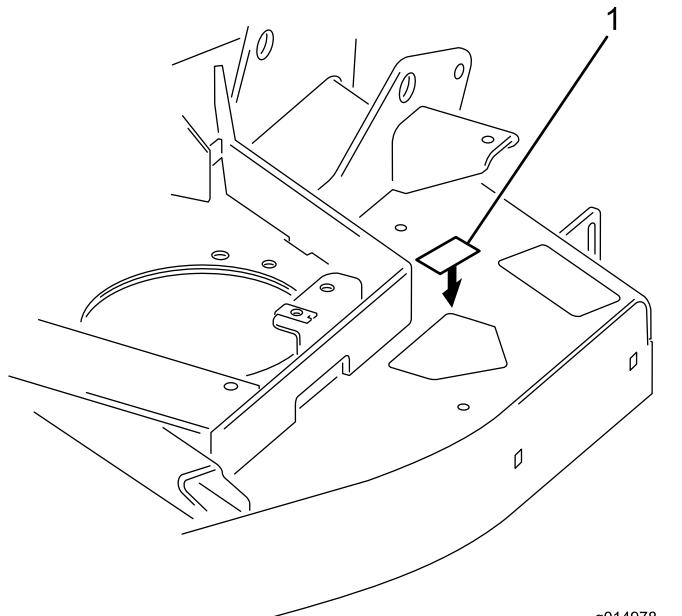

Figura 7
12. Affiggete un adesivo di identificazione sulla parte superiore dell'apparato di taglio del tosaerba accanto alla piastra del numero di serie (Figura 7).